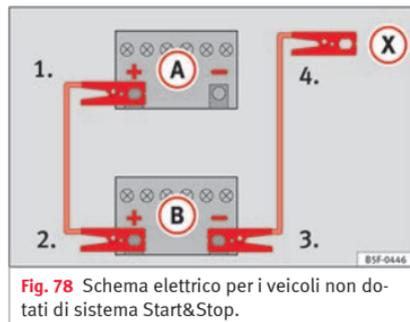

Fig. 78 Schema elettrico per i veicoli non dotati di sistema Start&Stop.
2. Collegare un'estremità del cavo di emergenza rosso al polo positivo (+) del veicolo con la batteria scarica (A) » » » fig. 78.
3. Collegare l'altra estremità del cavo di emergenza rosso al polo positivo (+) della batteria che fornisce la corrente (B).
4. Nei veicoli senza sistema Start-Stop: collegare un'estremità del cavo nero di emergenza al polo negativo (-) del veicolo che eroga la corrente (B) » » » fig. 78.
- Nei veicoli con sistema Start-Stop: collegare un'estremità del cavo nero di emergenza (X) a un terminale di massa idoneo, a un elemento metallico massiccio avvitato al